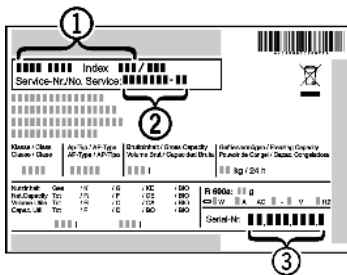

Fig. 8
- ▶ Laitteen nimitys Fig. 8 (1), service-n:o Fig. 8 (2) ja sarja-n:o Fig. 8 (3) löytyvät tyyppikilvestä. Tyyppikilpi sijaitsee vasemmalla sisäpuolella.
- ▶ Ilmoita asiakaspalveluun vika, laitteen nimi Fig. 8 (1), service-n:o Fig. 8 (2) ja sarja-n:o Fig. 8 (3).